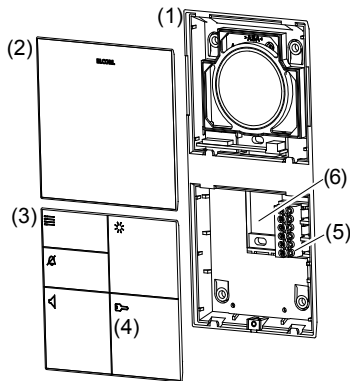

Bild 1: Geräteaufbau
- Abisolierte Leitung ins Gehäuse einführen (Bild 1, 6).
- Das Unterteil des Video Haustelefons (Bild 1, 1) mit Schrauben an der Wand befestigen.